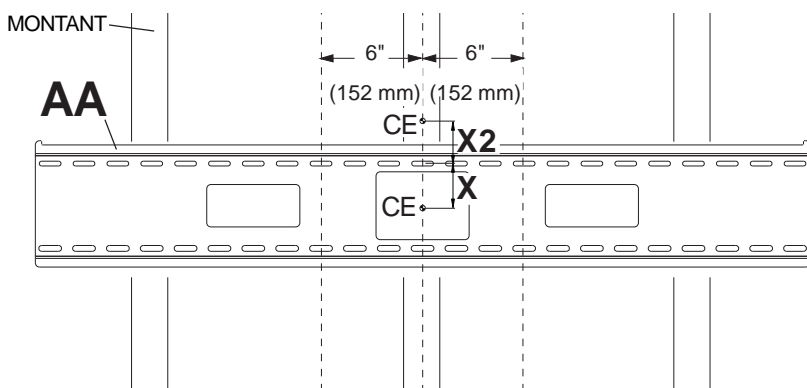

fig. 1.3
**1** La plaque murale (**AA**) peut être montée sur trois montants espacés de 40 cm (16 po). Utilisez un localisateur de montants pour repérer les bords des montants. L'usage d'un localisateur bord à bord est fortement conseillé. En fonction de leurs bords, tracez une ligne verticale le long du centre de chaque montant. Utilisez la plaque murale comme gabarit et placez-la sur le mur. Les fentes de montage supérieures doivent être situées au-dessus du centre de l'écran, comme indiqué par la dimension **X** sur la figure 1.3 et le tableau ci-dessous. Mettez la plaque de niveau et marquez le centre des six trous de montage. Assurez-vous que les trous de montage se trouvent sur les axes des montants. Percez six trous de 0,40 cm (5/32 po) de diamètre et de 6,5 cm (2 1/2 po) de profondeur. Assurez-vous que la plaque murale est de niveau, fixez-la à l'aide de six vis à bois n° 14 x 2,5 po (**DD**), comme illustré à la figure 1.4.
- 1** Assurez-vous que la plaque murale (AA) est de niveau, utilisez-la comme gabarit pour marquer les quatre trous de montage. Les fentes de montage supérieures doivent se trouver au-dessus du centre de l'écran, comme illustré par la dimension X ou X2 sur la figure 1.3 et les tableaux des pages 20. Percez quatre trous de 0,6 cm (1/4 po) de diamètre à une profondeur minimum de 6,4 cm (2,5 po). Insérez les ancrages (DD) dans les trous au ras du mur, comme illustré (à droite). Placez la plaque murale sur les ancrages et fixez avec des vis n° 14 x 2,5 po (CC). Mettez-la de niveau, puis serrez toutes les fixations.